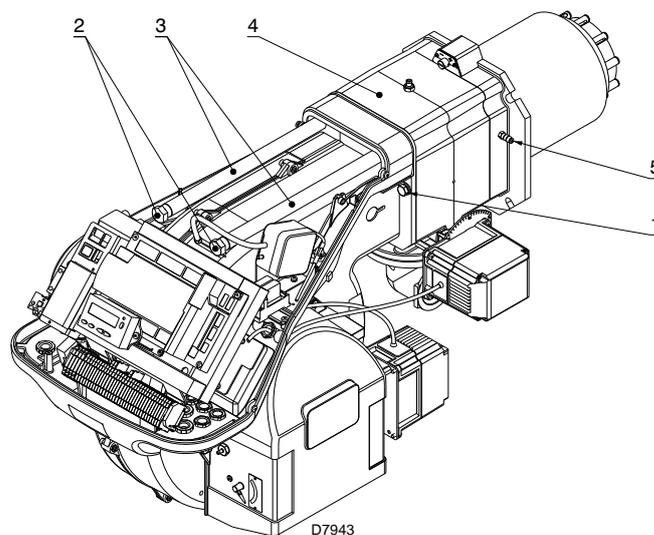

Abb. 21
- das Kabel des Fühlers und der Elektrode einführen sowie den Brenner bis zur in Abb. 21 gezeigten Position schieben;